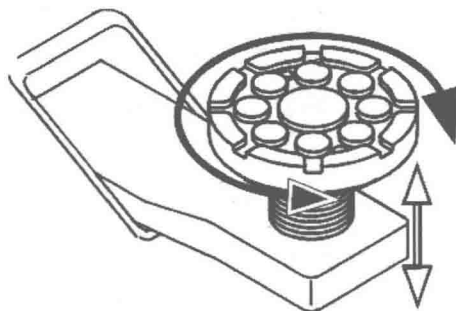
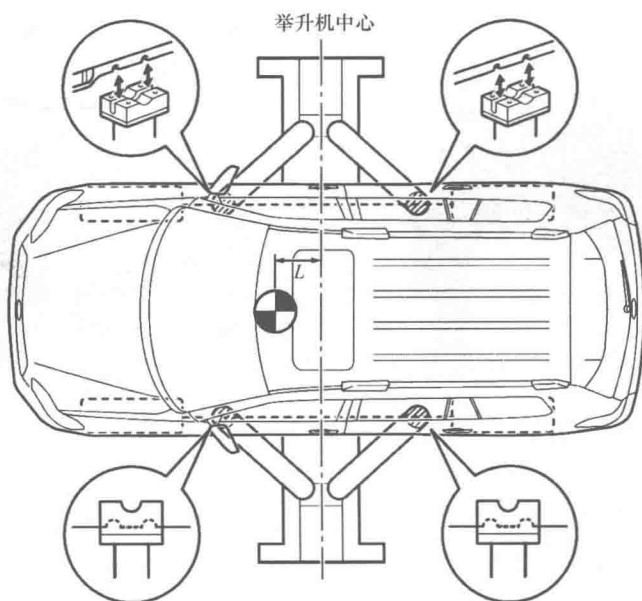

图 1-8 调节托盘高度
图 1-9 对齐车身支撑点
⑤ 如图 1-8 和图 1-9 所示，通过旋转托盘将其调到合适高度，使车辆保持水平，并准确对齐托盘凹槽与车身支撑点。